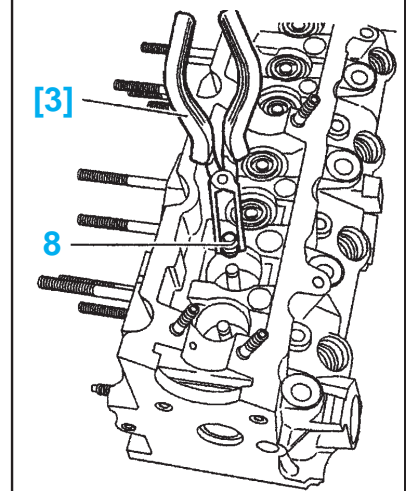

fig. Mot. 141
- Déposer les joints de queue de soupapes (8) à l'aide de l'outil [3] (-).0170-Z (fig. Mot. 141).